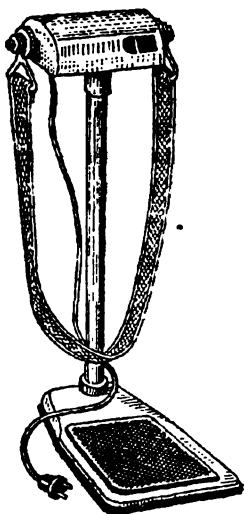

Рис. 78. Автомассажер «Тонус».
**Автомассажер «Тонус»** (рис. 78) служит для индивидуального массажа в лечебных и спортивных учреждениях, а также в домашних условиях. Состоит из основания, виброголовки, стойки и массажного пояса. Массаж осуществляется вибрирующим массажным поясом. Прибор имеет две частоты вибраций, что обеспечивает как обычный, так и скоростной массаж. Автомассажер снабжен трехпозиционным переключателем.